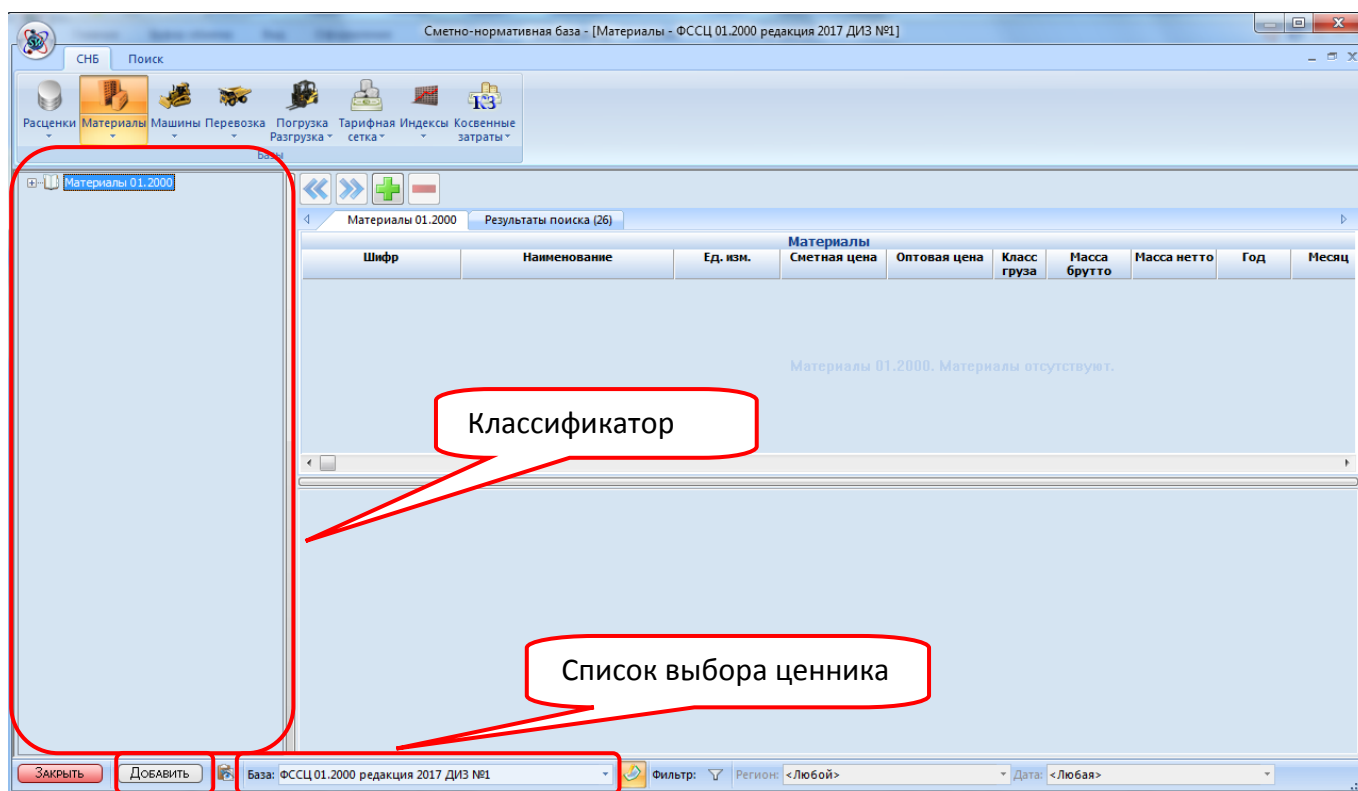

Рис. 4.99 Диалоговое окно Сметно-нормативная база
2. В открывшемся окне *Сметно-нормативная база* (рис. 4.99) выбрать из раскрывающегося списка нужный ценник и нажать на кнопку  для перехода в режим редактирования;